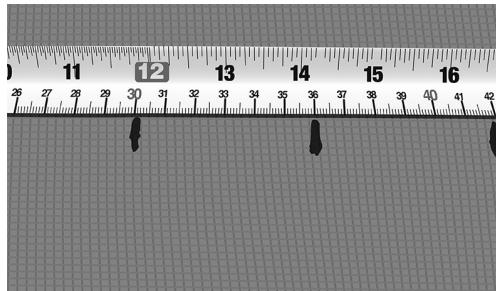

Fig. 3 Marker senteravstanden (CC) på veggene eller gulvet
3. Marker den beregnede senteravstanden (CC) på veggene, på armeringsnettet eller på annen måte (fig. 3).